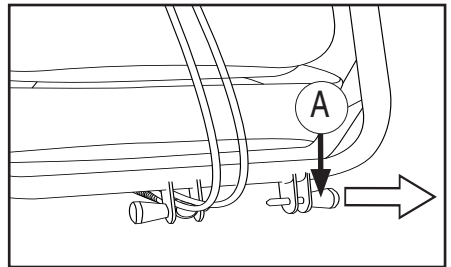

Figura 4
- Posizionare i cavi tra le staffe come indicato in figura 4. Posizionare la barra per il meccanismo di regolazione nella staffa e inserire di nuovo il pignone